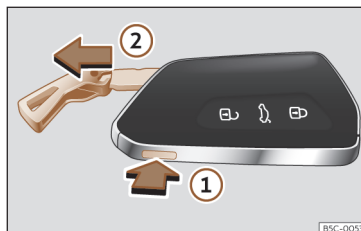

Fig. 65 Chave do veículo: retirar o palhetão.
- Pressione o botão >>> Fig. 65 ① para fazer sair a argola em forma de porta-chaves e poder retirar o palhetão ②. Se pressionar levemente a argola, esta ficará fixa em forma de porta-chaves.
- Pressione o botão >>> Fig. 65 ① para des-bloquear. Mantenha o botão pressionado ① e, simultaneamente, puxe a argola na direção da seta >>> Fig. 65 ② para retirar totalmente o palhetão.